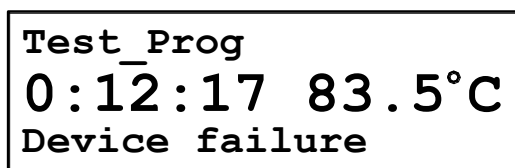

Рис.7. Вид ЖК-индикатора при отказе прибора.
4. Сообщение **Device failure** (отказ прибора) сигнализирует о неполадках в приборе, вызванных либо кратковременным сбоем (устраняется его перезапуском), либо неисправностью прибора, требующей его ремонта (Рис.7).